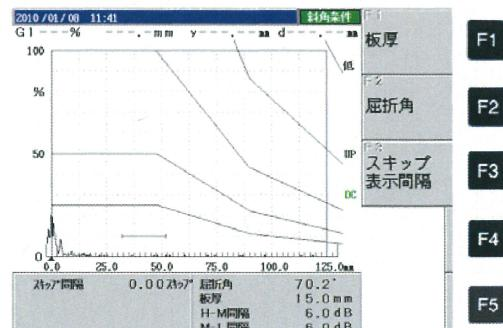

図 11 斜角探傷条件の入力
① 5 タ キーを押し、F3 (斜角条件) キーを押すと、板厚、屈折角を入力できる。
②板厚の入力は F1 キーを、屈折角の入力は、F2 キーを押し、 キーで行う。このとき、F1 又は F2 キーを 2 度押しすると、直接数値入力ができる。(図 11 参照)
斜角探傷モードに入ると図 11 のように表示器上部にエコー高さ、ビーム路程、探触子きず距離 y、きずの深さ d が表示される。